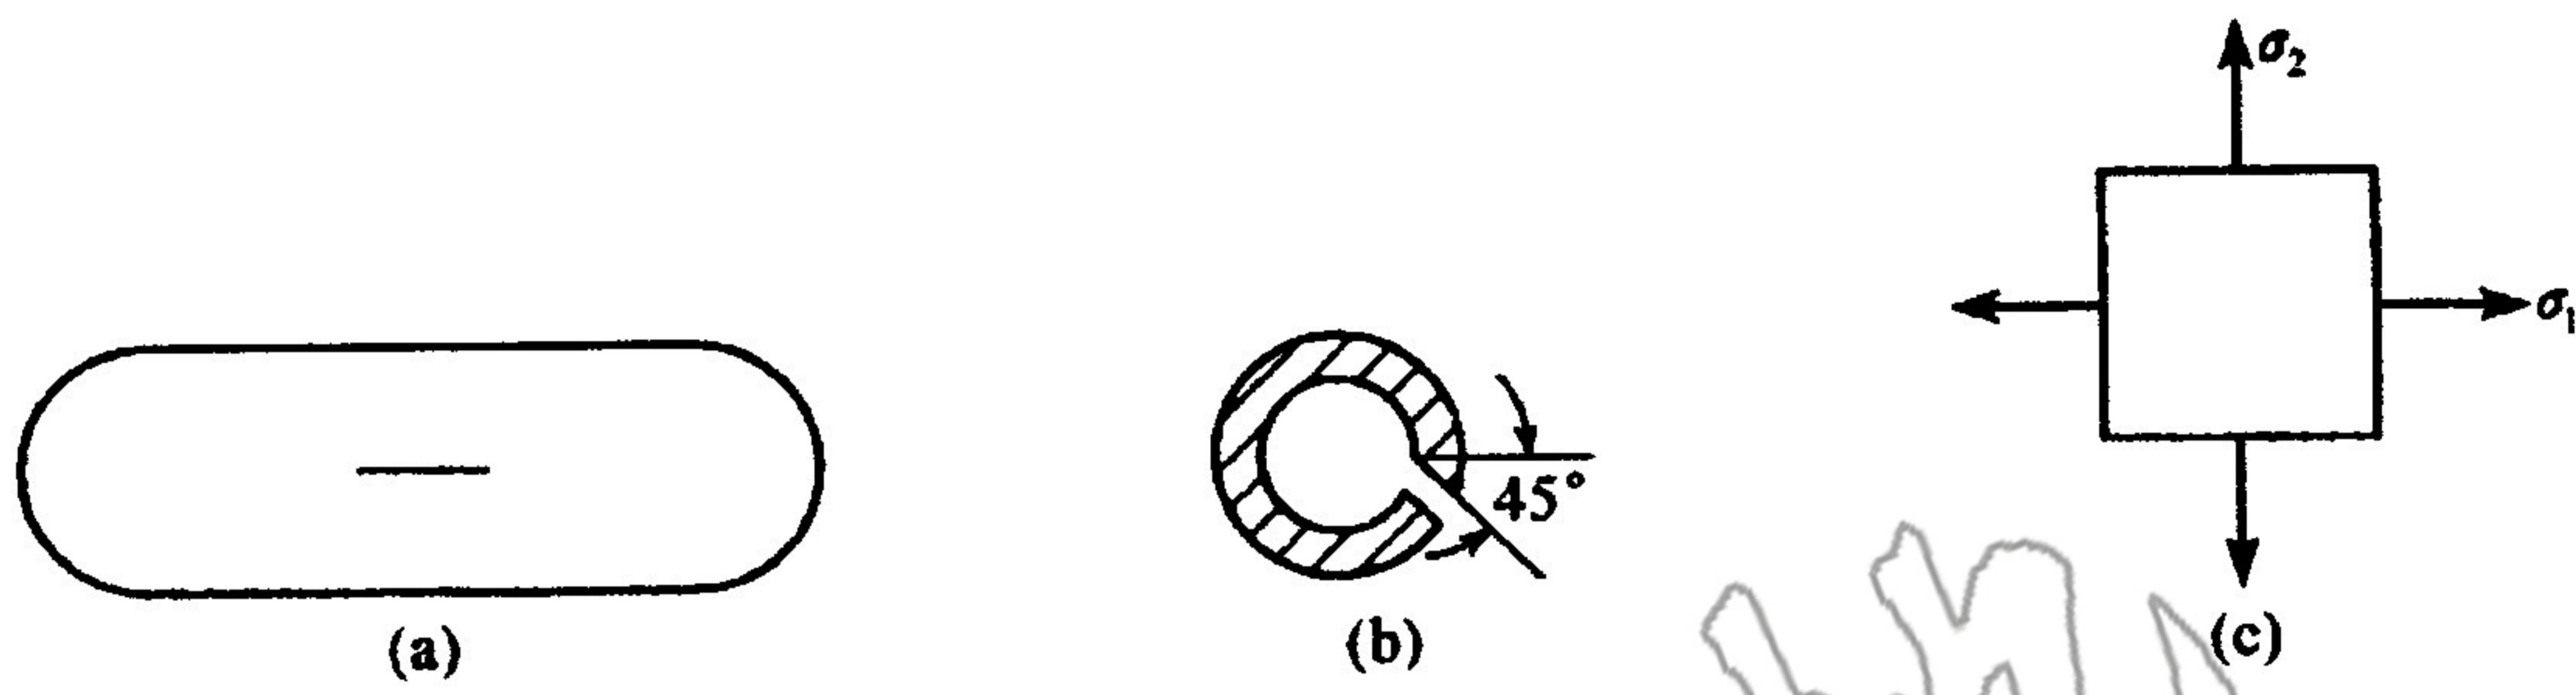

图 7.8
10. 钢制圆柱形薄壁容器，在受内压破裂时，其裂纹形状及方向如图 7.8 所示，引起这种破坏的主要因素是（ ）